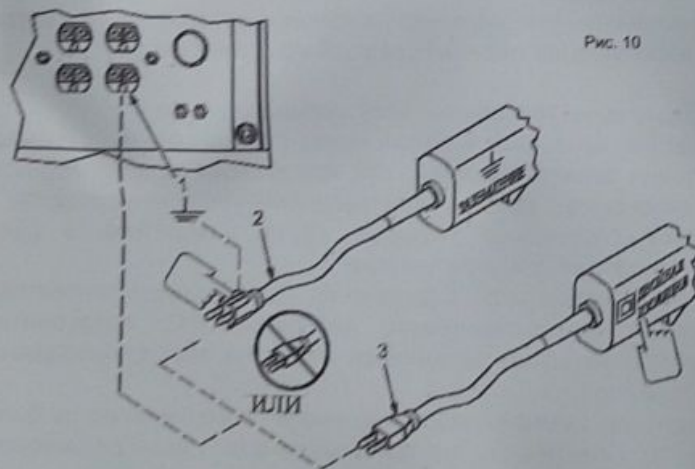

Рис. 10
5. Подключаемые потребители должны иметь (рис. 10):